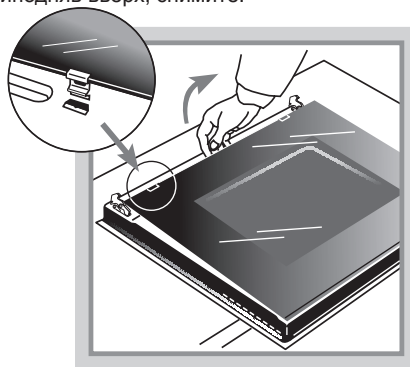

Рис.27
- Плафон боковой подсветки, при наличии, снимается с небольшим усилием. (рис. 27).